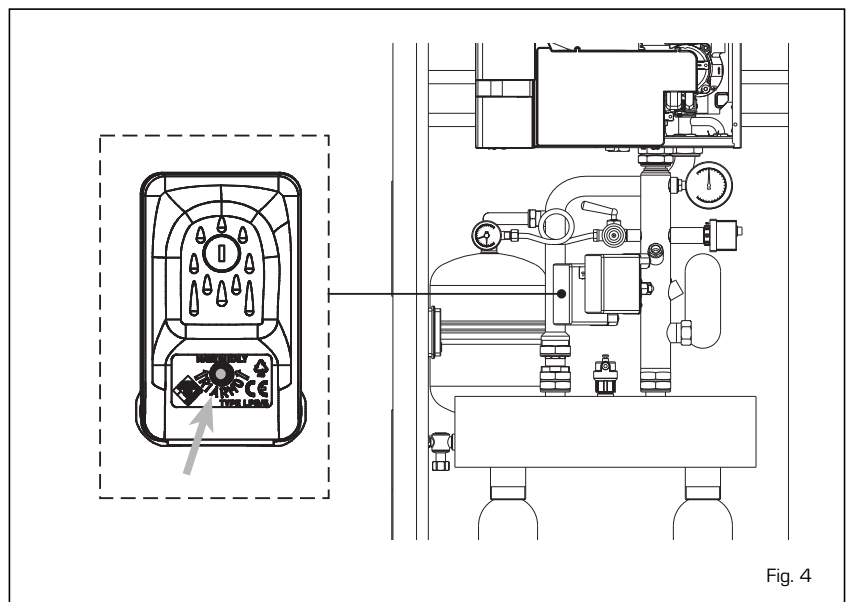

Fig. 4
2.5 FASE INIZIALE RIEMPIMENTO IMPIANTO (fig. 4)